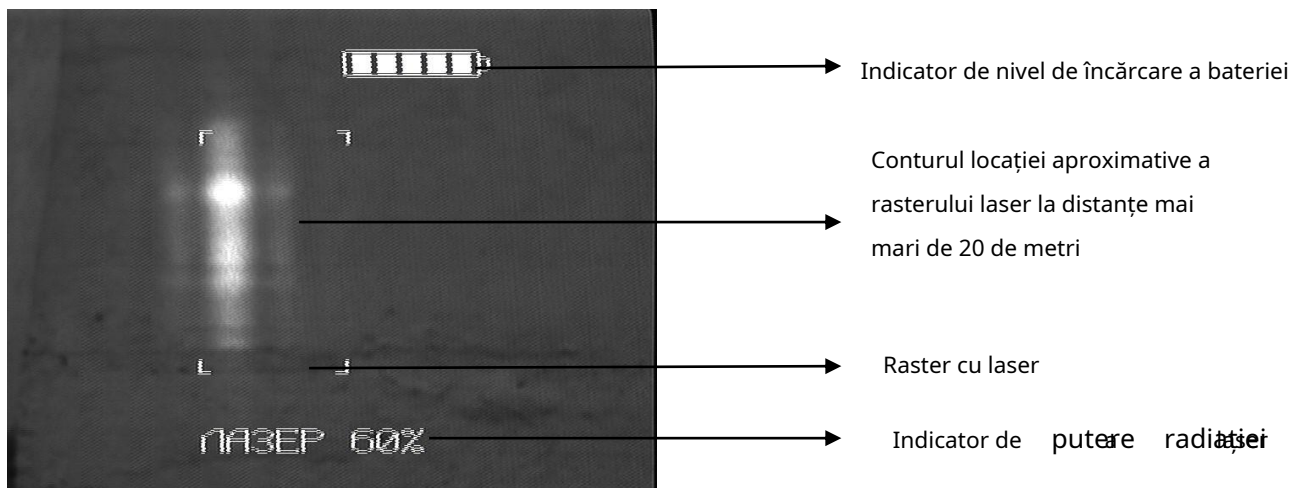

Fig.3. Exemplu de imagine obținută cu ajutorul SPIN-2
1.4.6. Nivelul de încărcare a bateriei este indicat în colțul din dreapta sus al imaginii (Fig. 3). Când bateria este descărcată, instrumentul este oprit automat.